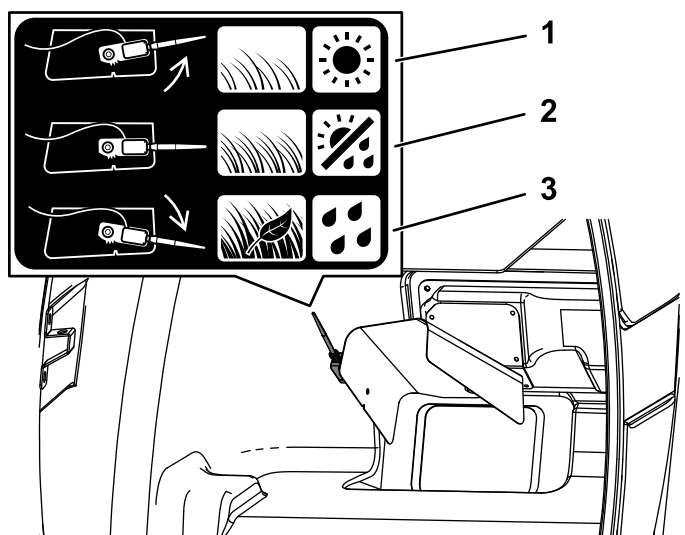

Figura 28
- Con hierba y condiciones meteorológicas normales, gire el sensor hasta la posición del punto medio (**Figura 28**).
- Con hierba densa y condiciones húmedas, al recoger hojas o si la tolva se llena antes de que se active el sensor, gire el sensor hacia abajo (**Figura 28**).
- Con hierba escasa y condiciones secas, o si la carcasa de corte se desengrana antes de que se llene la tolva, gire el sensor hacia arriba (**Figura 28**).